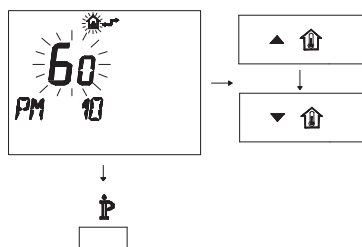

Figura 5.50
- Per modificare il SET programmato agire sui pulsanti ▲ ⬆ o ▼ ⬆ e aspettare che il numero programmato cominci a lampeggiare (Figura 5.50).